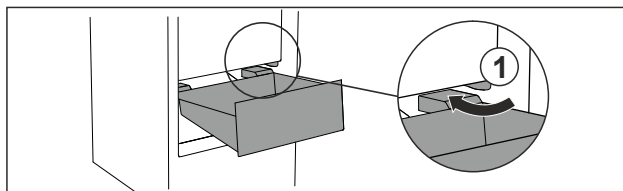

Fig. 70
- ▶ Poprowadzić szufladę ukośnie wokół stoperów Fig. 70 (1).